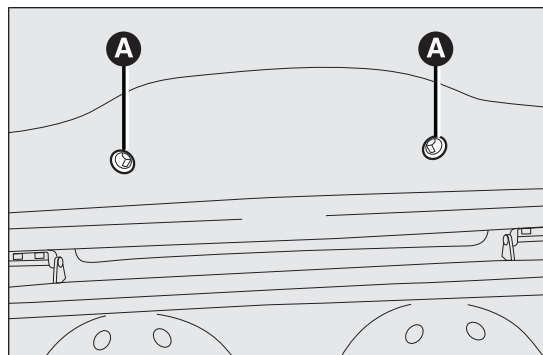

fig. 117
- enlever les deux capuchons de protection et dévisser les deux vis de fixation A fig. 117 ;